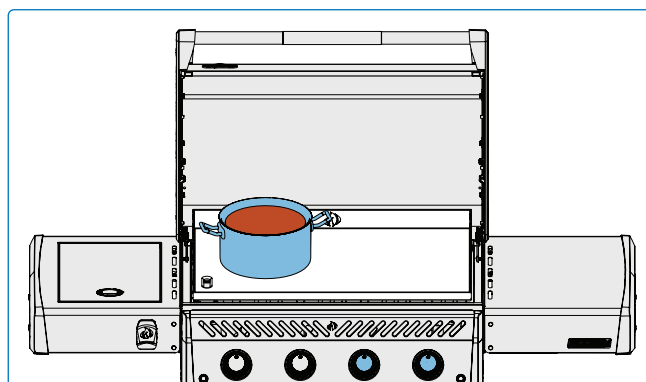

Fig. 10
- Brug planchaen til at smelte eller varme saucer. Stil gryder eller pander til side ved lav til middel varme. (Fig. 10).